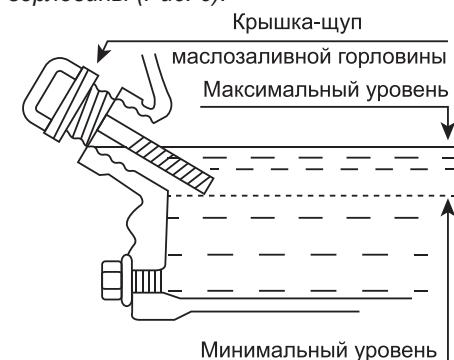

Рис. 6 Проверка уровня масла в картере
Максимальный уровень масла в картере соответствует нижней кромке маслозаливной горловины (Рис. 6).
- При недостаточном уровне масла в картере необходимо долить чистое масло до верхней отметки на щупе, что соответствует нижней кромке заливного отверстия (Рис. 6).